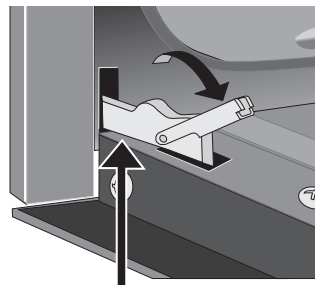

Figure 32: Déverrouillez les charnières pour retirer la porte
3. Tenez fermement les deux côtés de la porte du four (n'utilisez pas la poignée de la porte). (Figure 32).